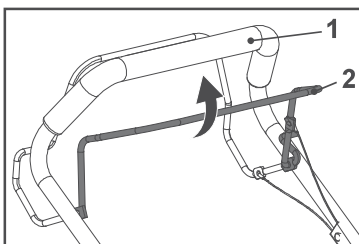

Fig. 10
1. Puxe a alavanca do travão (2) para trás e segure-a contra o guiador superior (1) quando ligar o motor. Mantenha-a apertada durante o funcionamento (Fig. 10).
2. Solte a alavanca do travão (2) para parar o motor.
1. Puxe a alavanca do travão (2) para trás e mantenha-a contra o guiador superior (1) (Fig. 10).